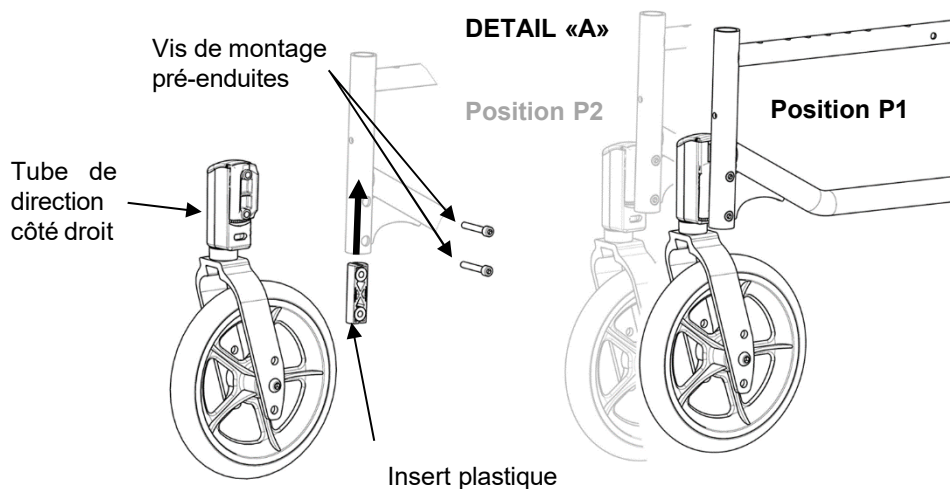

FIGURE 5.11 Réglage de la hauteur du tube de direction
3. Appairer le jeu de plaques à l'angle choisi en positionnant du support inférieur suivant les 3 positions du détail « A » de la figure 5.11, page suivante.